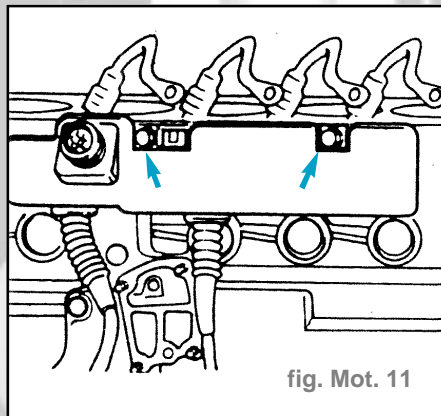

fig. Mot. 11
- Dévisser la gaine de câbles du moteur (fig. Mot. 11).